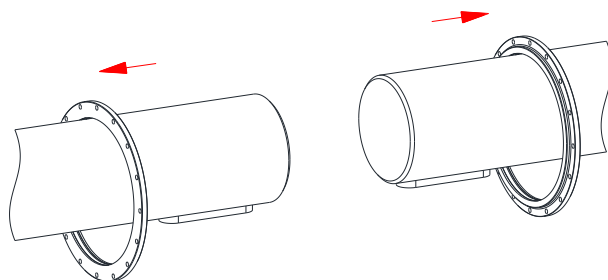

Bild 33
- Legen Sie die Deckel (Bauteil 9) auf die Welle der An- und Abtriebsseite. Beachten Sie, dass die Rundschnurringe (Bauteil 8 und 11) dabei nicht beschädigt werden (siehe Bild 33).